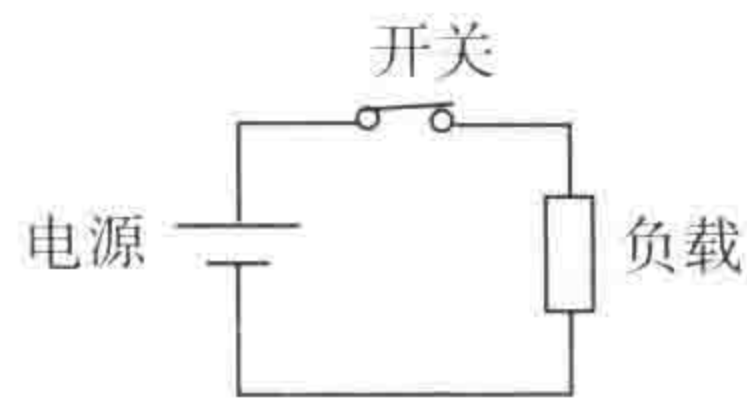

图1-9 通路
(1) **通路** 是指从电源的一端沿着导线经过负载最终回到电源另一端的闭合电路。如图1-9所示,当开关闭合后,电源与负载接成闭合回路,电路中有电流流过。